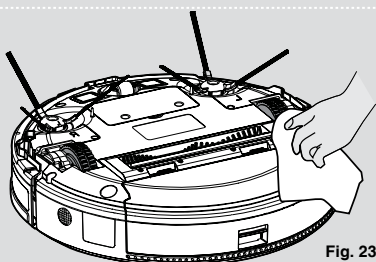

Fig. 23
3. Nettoyez les roues avec un chiffon sec. **[Fig. 23]**